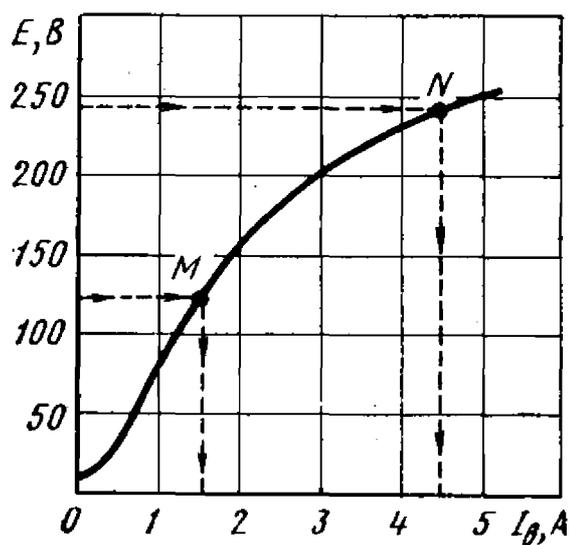

Рис. 14.2
14.2. Характеристика холостого хода генератора независимого возбуждения задачи 14.1 приведена на рис. 14.2, номинальное напряжение на зажимах обмотки возбуждения $U_{вн} = 100$ В.
Согласно кривой рис. 14.2, этой э. д. с. соответствует (точка N) номинальный ток возбуждения $I_{\text{вн}} = 4,55$ А. Этот режим обеспечивается при $R_p = 0$, поэтому собственное сопротивление обмотки возбуждения
Э. д. с. $E = 122$ В соответствует (точка M на кривой рис. 14.2) ток возбуждения $I_{\text{в}} = 1,55$ А. При этом сопротивление цепи возбуждения, включая регулировочный реостат,